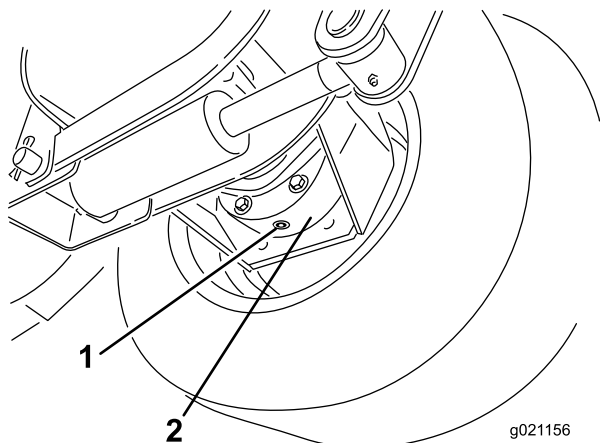

Рисунок 74
3. Подставьте поддон под корпус тормоза, снимите пробку и дайте маслу стечь (Рисунок 74).